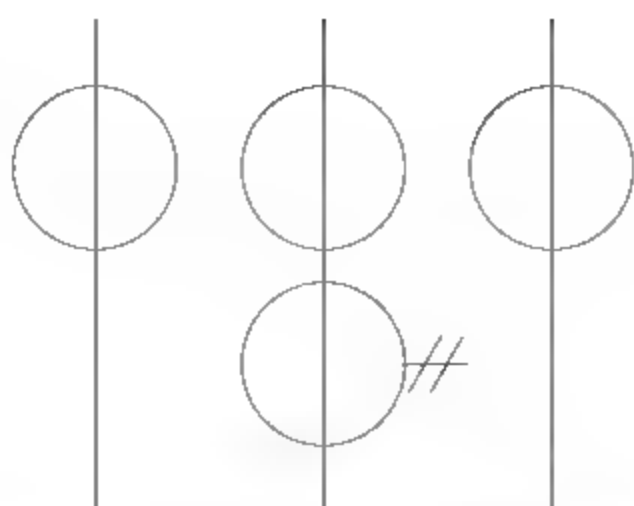

图8-52 复制线段
- 06 调用CO【复制】命令，选择斜线向右移动复制，结果如图8-52所示。